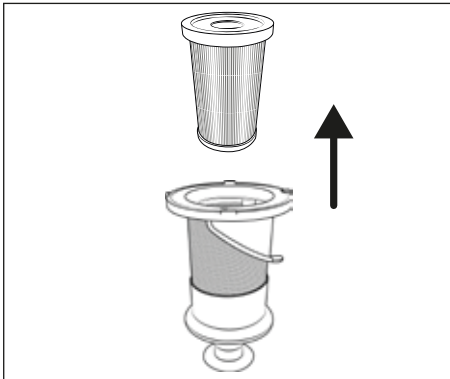

Fig. 18
- 3) Retirez le filtre HEPA **5** du filtre en acier inoxydable **6**, en saisissant l'ouverture du filtre HEPA **5** et en le sortant du filtre en acier inoxydable **6** (voir figure 18).